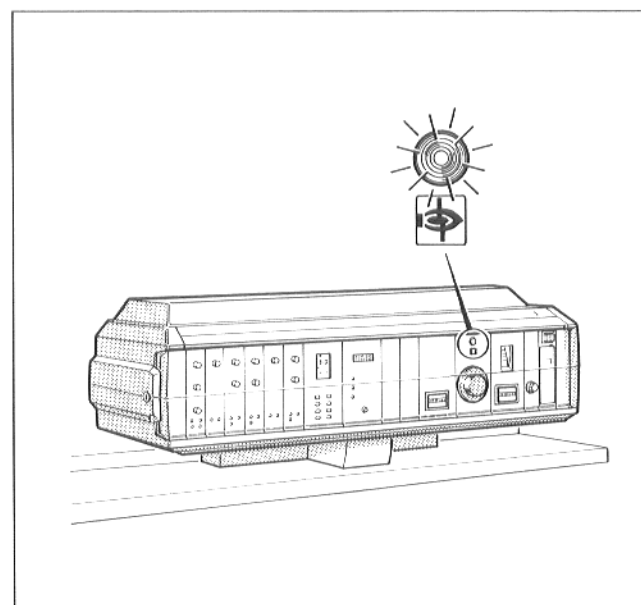

Fig. 3: Lámpara testigo en el aparato de regulación
- se enciende la lámpara testigo en el aparato de regulación (fig. 3); pulsar el botón de eliminación de perturbaciones en el automático de combustión del quemador.